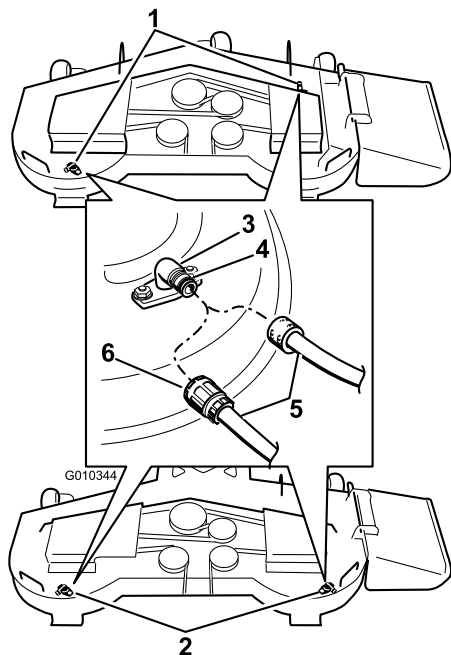

Bild 75
3. Montieren Sie die Schlauchkupplung auf die Kupplung am Mähwerk-Spülanschluss und drehen Sie das Wasser mit starkem Druck auf (Bild 75).